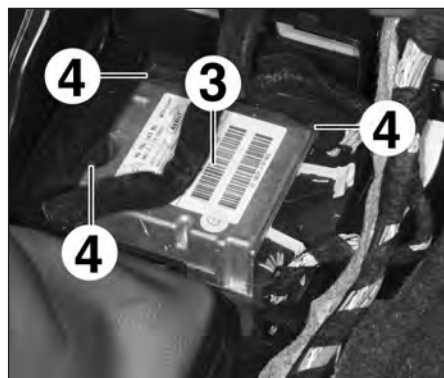

FIG.18
- Débrancher le calculateur d'airbag (3) (Fig.18).
- les écrous (4),
- le calculateur (3).